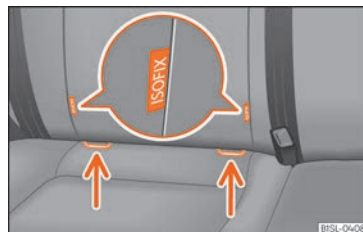

Fig. 27 Al seient del vehicle: variants d'identificació dels punts d'ancoratge inferiors per a cadires infantils.
- Encaixeu el seient per a nens a les anelles de subjecció » » » **fig. 27**, en el sentit de la fletxa. El seient per a nens s'ha d'encastar de manera segura i audible.
- Colloqueu el seient per a nens sobre la banqueta i enganxeu els ganxos dels cinturons de fixació a les anelles de fixació » » » **fig. 27**.